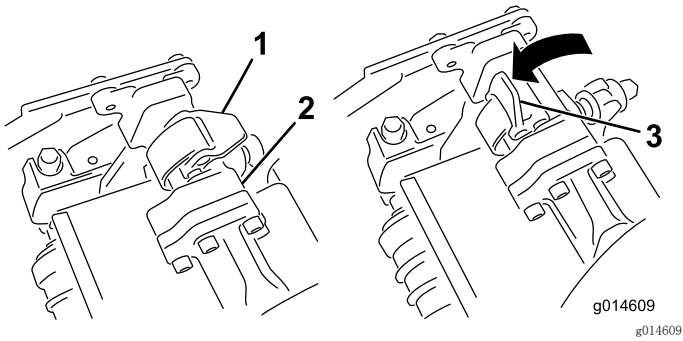
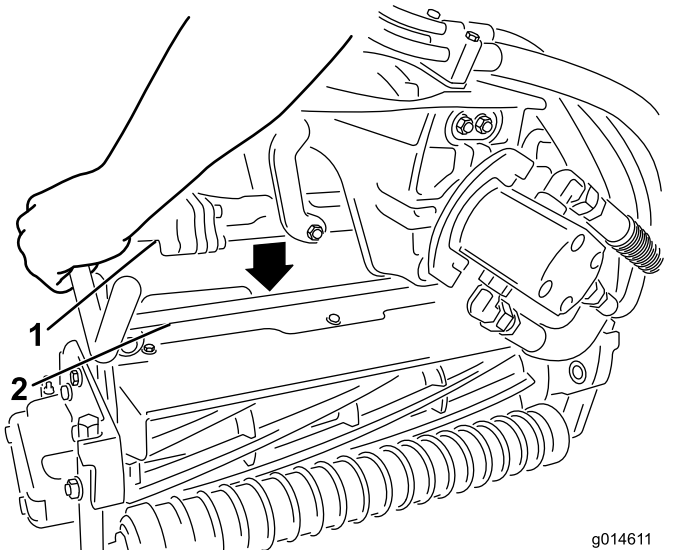

图42
图43
3. 当悬挂臂杆上的闭锁指向上方（即打开）时（图42），向下压悬挂臂，使悬挂臂杆与滚刀组上方的支架相契合（图43）。
4. 向下并绕着滚刀组横杆关闭闭锁，将它们锁定到位（图42）。
4. 打开您正在拆下的滚刀组悬挂臂上的闩锁（图42）。